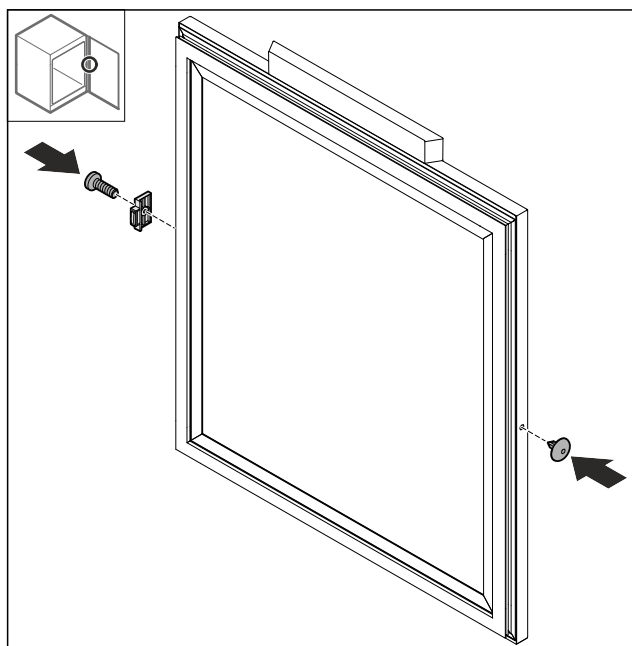

Fig. 73
- Odbojnik drzwi zamontować Fig. 73 (1) w pozycji obróconej o 180° po przeciwnej stronie.
- Założyć Fig. 73 (2) osłonę po przeciwnej stronie.